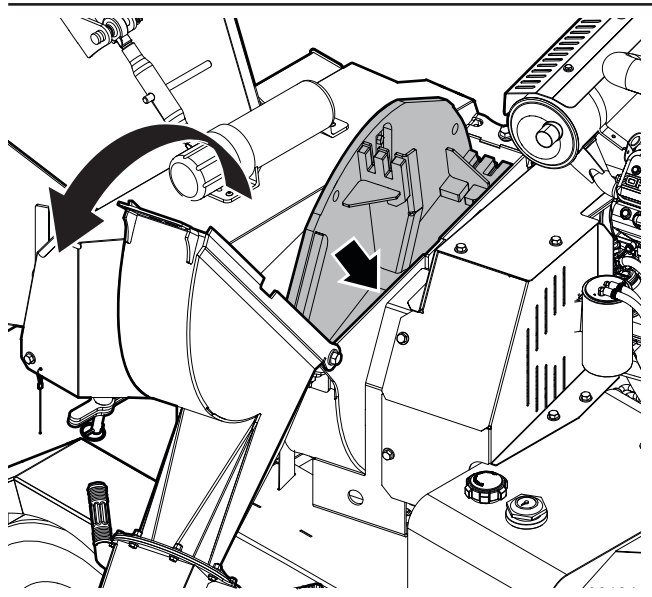

Fig. 35—Ouvrir le boîtier supérieur du rotor
3. Retirez les matériaux du boîtier supérieur du rotor et de la goulotte de décharge. Consultez la Fig. 35 à la page 50.